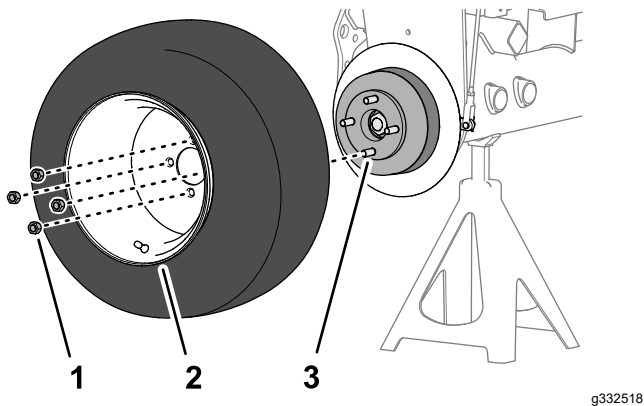

Bild 75
1. Montieren Sie das Rad mit den vier Radmuttern (Bild 75) an der Nabe und ziehen Sie die Radmuttern handfest an.